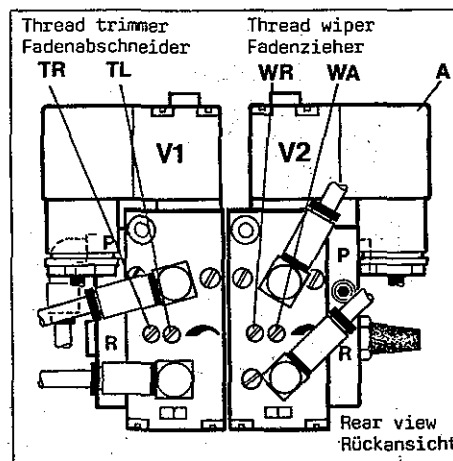
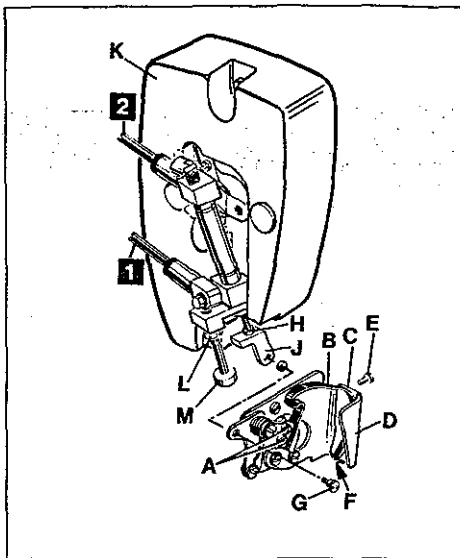
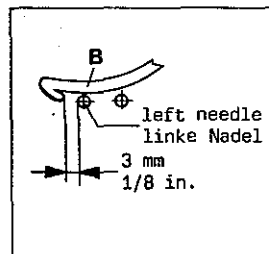
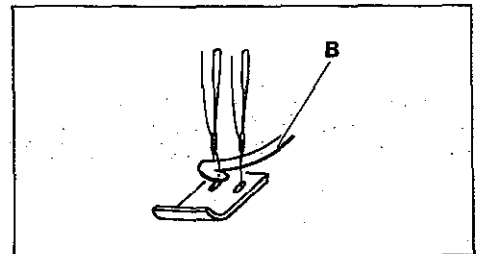

Fig. 51
Fig. 52
Fig. 55
Fig. 54
6.1 Keep power and air supply of thread wiper disconnected by loosening the securing screw and pulling-out plug (A, Fig. 51) on valve (V2) and by disconnecting the PA-tubes (1 and 2, Fig. 52) on the air cylinder of the wiper.
When the hook (B, Fig. 54) returns from left to right it must catch the needle threads and draw them to leaf spring (C, Fig. 52) for clamping.
For adjustment loosen screws (A, Fig. 52), set as required and retighten screws.
6.2 The wiper hook (B, Fig. 52) and leaf spring (C) for clamping the needle threads should be approximately flush at point (F) when the hook (B) is in its right end position.
After loosening screw (E, Fig. 52) set the lower end of leaf spring flush to the lower edge of bracket (D) at point (F). Retighten screw (E).
For adjustment of hook (B, Fig. 52) loosen screw (G) and nut (H) and screw stop (J) in or out as required. Retighten nut (H) and reconnect wiper with screw (G).
6.1 Trennen Sie den Fadenzieher von der Strom- und Luftzufuhr durch Lösen der Sicherungsschraube und herausziehen des Steckers (A, Fig. 51) am Ventil (V2) und durch Lösen der PA-Schläuche (1 und 2, Fig. 52) am Luftzylinder des Fadenziehers.
Wenn der Haken (B, Fig. 54) von links nach rechts zurück schwenkt muß er die Nadelfäden mitnehmen und zum Festklemmen zur Blattfeder (C, Fig. 52) ziehen.
Zur Einstellung lösen Sie die Schrauben (A, Fig. 52), stellen entsprechend ein und ziehen die Schrauben wieder an.
6.2 Der Haken für Fadenzieher (B, Fig. 52) und die Blattfeder (C) zum Klemmen der Nadelfäden müssen in der rechten Endstellung des Hakens (B) im Punkt (F) in etwa bündig sein.
Stellen Sie nach Lösen der Schraube (E, Fig. 52) das untere Ende der Blattfeder (C) bündig zur unteren Kante des Halters (D) bei Punkt (F). Ziehen Sie die Schraube (E) wieder an.
Zur Einstellung des Hakens (B, Fig. 52) lösen Sie die Schraube (G) und die Mutter (H) und schrauben den Anschlag (J), nach Bedarf ein oder aus. Ziehen Sie die Mutter (H) wieder an und verbinden Sie den Fadenzieher wieder mit der Schraube (G).
6.2 Stop screw (M, Fig. 52) limits the motion of the wiper hook to the left. Loosen nut (L) and set the stop screw (M) so that stop (J) strikes against it when the wiper hook (Z, Fig. 55) is 3 mm (1/8 in.) left of the left needle. Retighten nut (L, Fig. 52).
HINT: For disassembling head cover (K, Fig. 52) remove screw (G), the two head cover fastening screws and disconnect PA-tubes (1 and 2).
The speed for the movement of the thread trimmer mechanism to the left for cutting is regulated with screw (TL, Fig. 51) and the speed for the movement to the right in home position is regulated with screw (TR) on valve (V1).
The speed for the movement of the wiper hook to the left is regulated with screw (WL, Fig. 51) and the movement to the right in home position is regulated with screw (WR) on valve (V2).
6.2 Die Anschlagschraube (M, Fig. 52) begrenzt den Weg des Hakens für Fadenzieher nach links. Lösen Sie die Mutter (L) und stellen Sie die Anschlagschraube (M) so, daß der Anschlag (J) an ihr anschlägt, wenn der Haken für Fadenzieher (Z, Fig. 55) 3 mm links der linken Nadel steht. Ziehen Sie die Mutter (L, Fig. 52) wieder an.
HINWEIS: Entfernen Sie zum Abnehmen des Kopfdeckels (K, Fig. 52), die Schraube (G) sowie die beiden Kopfdeckel-Befestigungsschrauben und lösen Sie die PA-Schläuche (1 und 2).
Die Geschwindigkeit für die Bewegung des Fadenabschneidermechanismus nach links zum Schneiden wird mit der Schraube (TL, Fig. 51) und für die Bewegung nach rechts in die Ruhestellung mit der Schraube (TR) am Ventil (V1) reguliert.
Die Geschwindigkeit für die Bewegung des Hakens für Fadenzieher nach links wird mit der Schraube (WL, Fig. 51) und für die Bewegung nach rechts in die Ruhestellung mit der Schraube (WR) am Ventil (V2) reguliert.